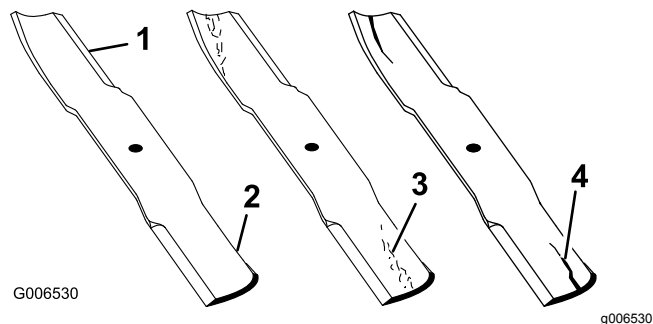

Figure 89
1. Examinez le tranchant des lames (Figure 89).
4. Remplacez immédiatement toute lame fendue, usée ou qui présente une entaille sur cette partie (Figure 89).